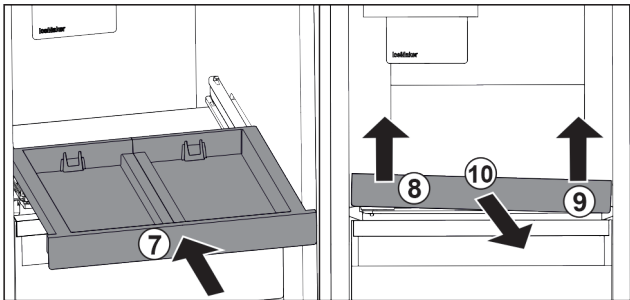

Fig. 20
- ▶ Вкарайте изтеглящата се дъска. Fig. 20 (7)
- ▶ Повдигнете изтеглящата се дъска отпред отляво. Fig. 20 (8)
- ▶ Повдигнете изтеглящата се дъска отпред отдясно. Fig. 20 (9)
- ▶ Извадете изтеглящата се дъска напред. Fig. 20 (10)